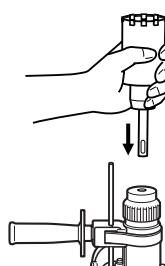

Fig. 14
- (2) Monter la queue de couronne sur le marteau rotatif à percussion. (Fig. 14)
- (3) Introduire la guijon central dans la plaque de guidage jusqu'à ce qu'il arrête.